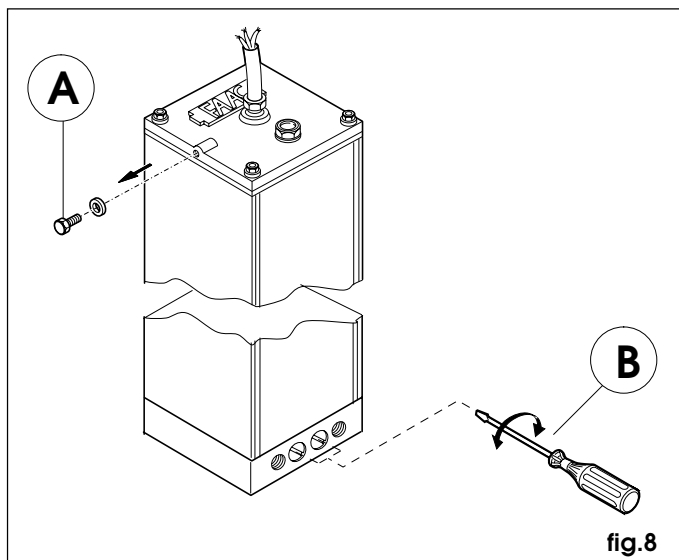

fig.8
- 4) Retirer et conserver la vis de purge (fig.8 réf. A).
Pour régler le système hydraulique de réglage de la force transmise, agir sur les deux vis by-pass (fig.8 réf. B).